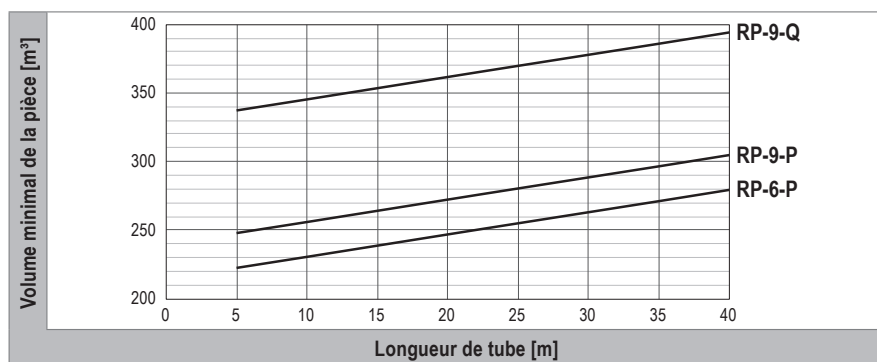

Fig. B3: Volume minimal de la pièce en fonction du volume de remplissage total de fluide frigorigène selon EN 378
- Le volume de la pièce correspond aux valeurs minimales représentées dans la Fig. B3 de sorte que la valeur QLMV admissible ne soit pas dépassée.